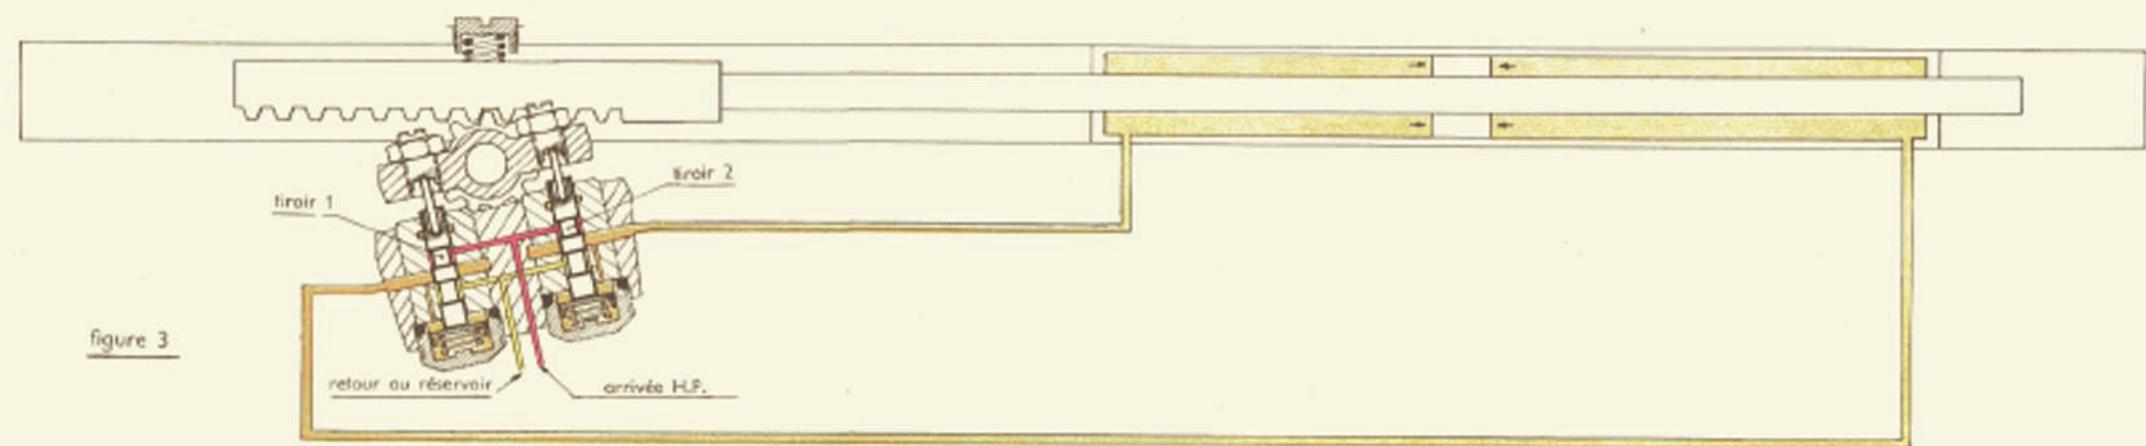

figure 3
### **Arrêt de l'effort de braquage** : virage continu (fig. 3).
- fig. 3 -